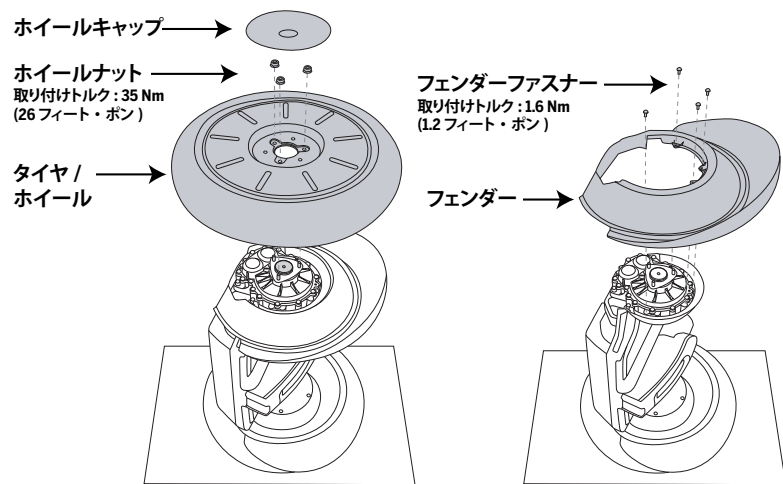

図 1. タイヤ / ホイール アセンブリの取り外しと取り付け
2. 取り外す方のホイールが上になるようにセグウェイ PT を横に倒し、きれいで滑らかな面に他方のホイールを平らに寝かせ、タイヤとフェンダーを外します。図 1 を参照してください。
4. ホイールが回転しないように押さえて、13mm ソケットレンチを使って、(3) 本のホイールナットを外します。ホイールを取り付けなおすときに、この (3) 本のホイールナットが必要になります。
11. (4) 本のファスナーをフェンダーからギアボックスに通します。T20 シックスローブレンチを使って、1.6 Nm (1.2 フィート・ポンド) のトルクに締めます。
12. ホイールを元に戻すには、タイヤ / ホイール アセンブリを (3) 本の溝つきポストに通します。図 1 を参照してください。